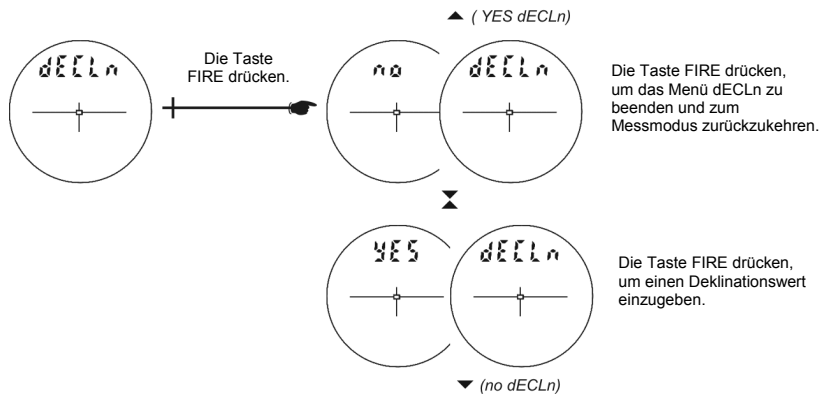

Abbildung 17
4. Drücken Sie , um die Option „H_Ang“ auszuwählen. Die Meldung „no“ „dECLn“ erscheint auf der Hauptanzeige und die Anzeige sollte so ähnlich wie in Abbildung 17 aussehen (siehe nächste Seite).